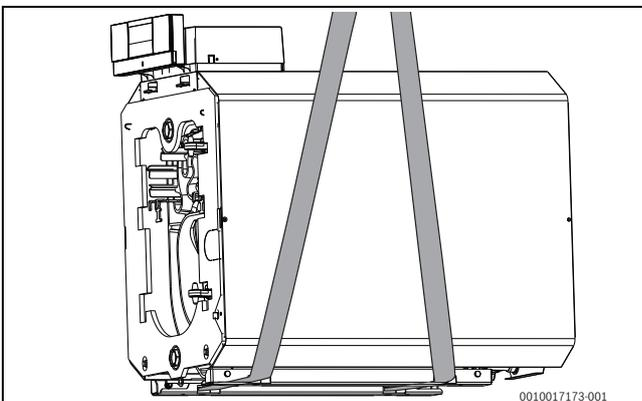

Рис. 12 Подъем котла с помощью такелажных приспособлений, пропущенных через напольную шину котла (для котла 60 кВт)
- ▶ Пропускание такелажных приспособлений (кольцевые стропы) через напольную шину котла (→ рис. 12).